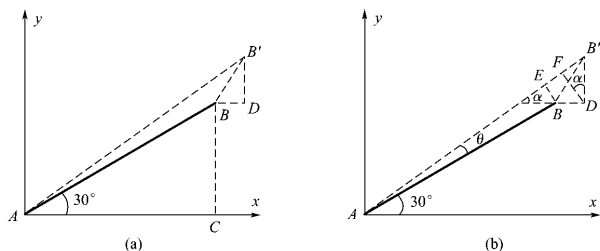

图 1-6
【例 4】线段 AB 长 200 mm,是构件变形前画上的,见图 1-6(a) 构件受力后 A 端未动, B 端位移到 B' 点,水平线位移 $BD = 0.2$ mm,竖向线位移 $DB' = 0.3$ mm,求 (1) A 点分别在 x 、 y 方向的平均线应变 ϵ_x 和 ϵ_y (2) A 点在 AB 方向的平均线应变 ϵ 。
自 B 、 D 分别作 AB' 的垂线, 得垂足 E 、 F , 见图 1-6(b)。小变形条件下, $AE \approx AB$, 因此 EB' 可视为 AB 的变形量。即 $\Delta l_{AB} = EB'$